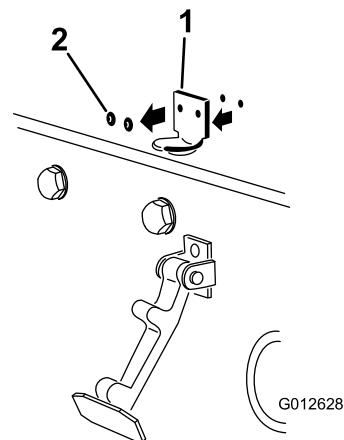

Рисунок 6
2. Удалите две заклепки, крепящие кронштейн защелки капота к капоту (Рисунок 6).